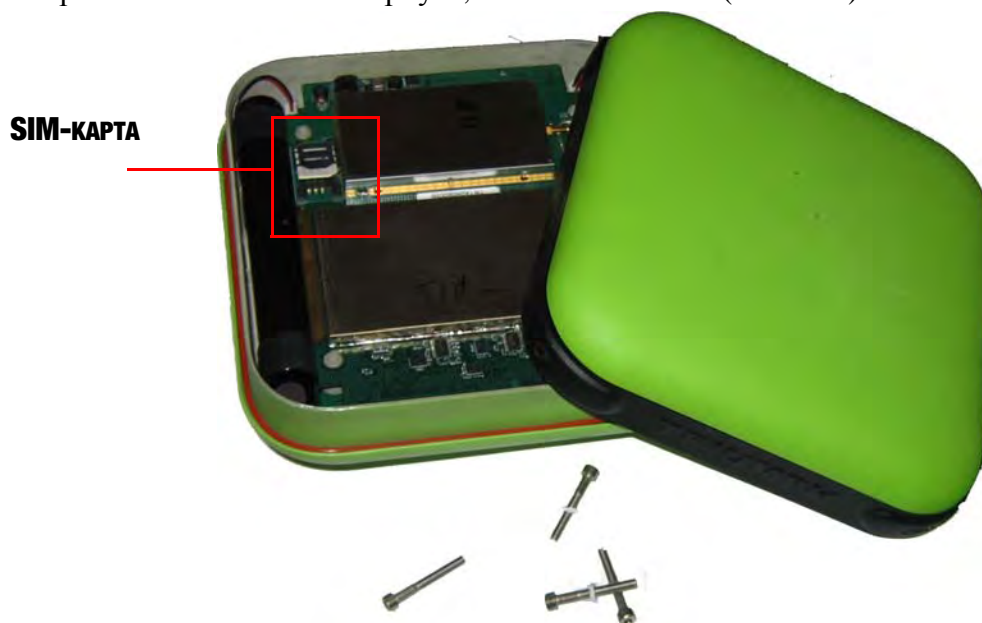

Рисунок 2-3. Установка второй SIM-карты
2. Откройте нижнюю часть корпуса, отвинтив 4 винта (Рис. 2-3)